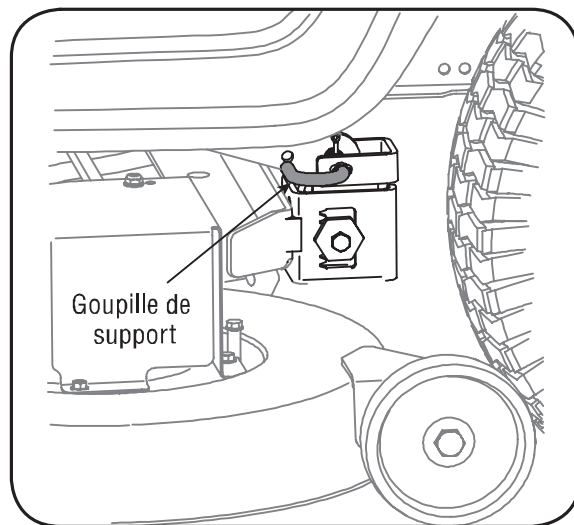

Figure 6-5
5. Placez-vous sur la gauche du tracteur et localisez la goupille de support du plateau de coupe sur le côté arrière gauche du plateau de coupe. Voir la Figure 6-5.